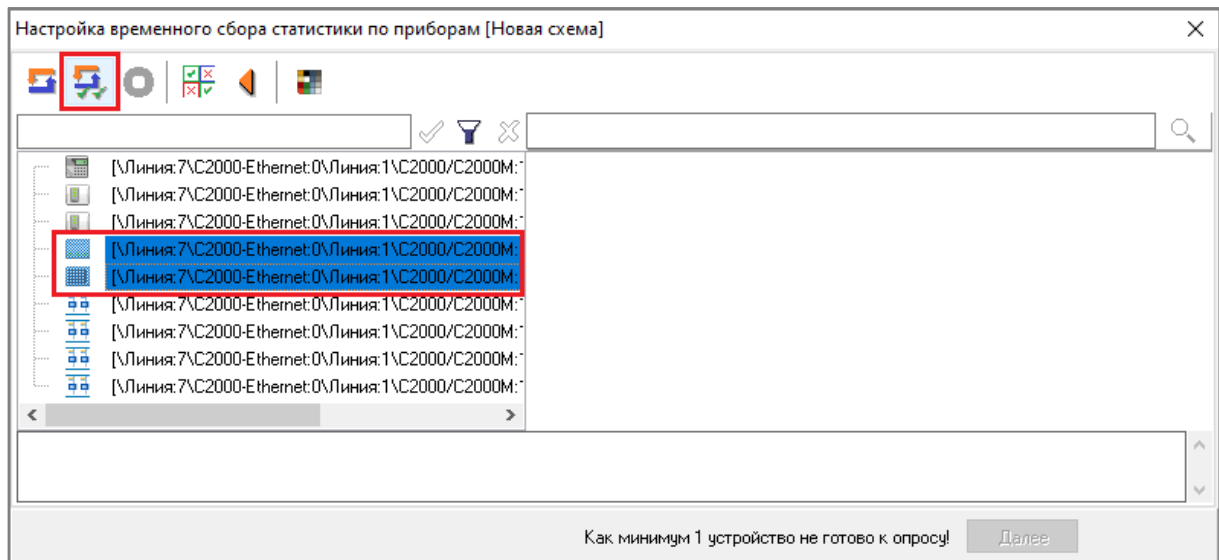

Рисунок 11-151 Запуск процесса инициализации выбранных объектов списка инициализируемых объектов
- чтобы запустить процесс инициализации избранных объектов, выделите в списке инициализируемых объектов (см. п. 11.6.7.3.2.1) те объекты, для которых необходимо запустить процесс инициализации, и нажмите кнопку  «Инициализировать выделенные элементы» (см. Рисунок 11-151).